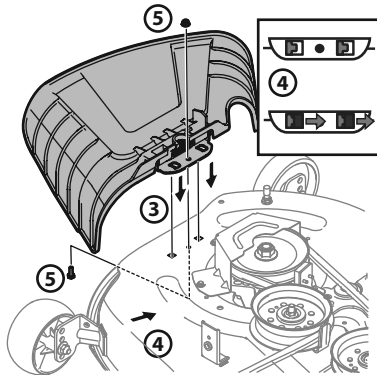

Figura 9
3. Ubique el deflector del canal en la plataforma, asegúrese de insertar las lengüetas de dicho deflector en los orificios de la plataforma. Consulte la Figura 9.
4. Deslice el deflector del canal hacia la parte posterior del tractor hasta que el orificio del perno que está en el deflector del canal quede alineado con el orificio de la plataforma. Consulte la Figura 9.
5. Sujete el deflector del canal en su lugar con la tuerca de seguridad con brida y el tornillo hexagonal que se extrajeron en el paso dos. Ajuste hasta 102-124 pulgadas-libras (11.5-14 N-m). Consulte la Figura 9. Pase a "Ajuste de ruedas de calibración delantera".